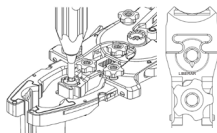
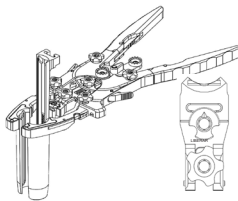

Figura 5
Figura 6
- La hoja posterior también es de carga superior (figura 6). Utilice el **destornillador hexagonal** (ML-0505)
para girar el bloqueo hasta que esté en la posición abierta, con la flecha apuntando al texto “Release” (Liberar) (Figura 5). Deslice la hoja del retractor en la ranura, luego bloquee la hoja en su lugar girando la flecha de bloqueo hacia la incisión (o lejos de “Release”) con el **destornillador hexagonal** (figura 6).
- Una vez que las hojas estén instaladas, aproxime la posición de las hojas volviéndolas a colocar en su posición neutral girando la flecha de bloqueo hacia la incisión (o lejos de “Release”) con el **destornillador hexagonal** (figura 6).